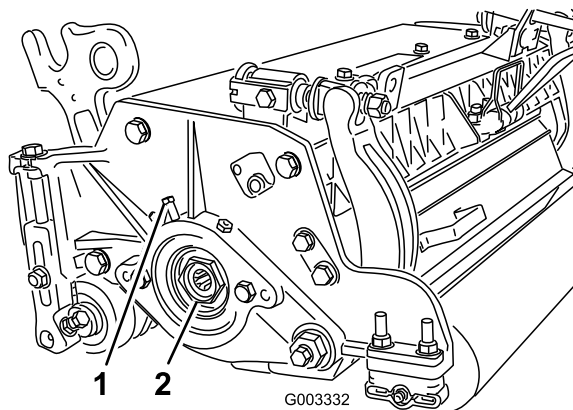

Figura 29
- A. Desaperte o parafuso do conjunto externo segurando a porca de ajuste do rolamento localizado no lado esquerdo da unidade de corte (Figura 29).